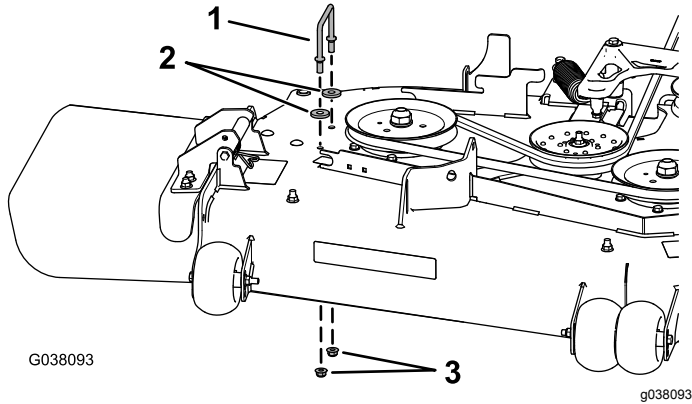

図 5
3. 刈り込みデッキから、右ベルトカバーブラケット、ワッシャ60"のデッキのみ2枚、フランジナット2個を取り外す 図 5。